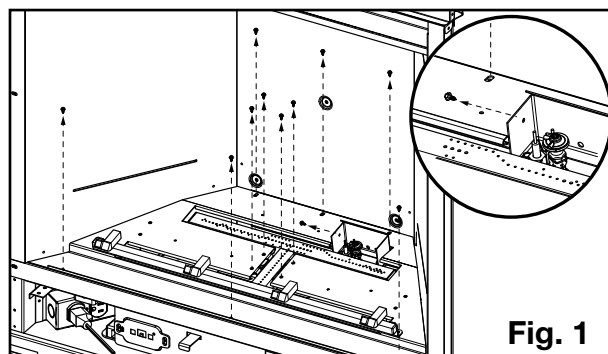

Fig. 1
- ☐ 2. Retirer les 11 sécurisant le plateau de médias en place. Soulevez-le hors de l'appareil (Fig. 1).